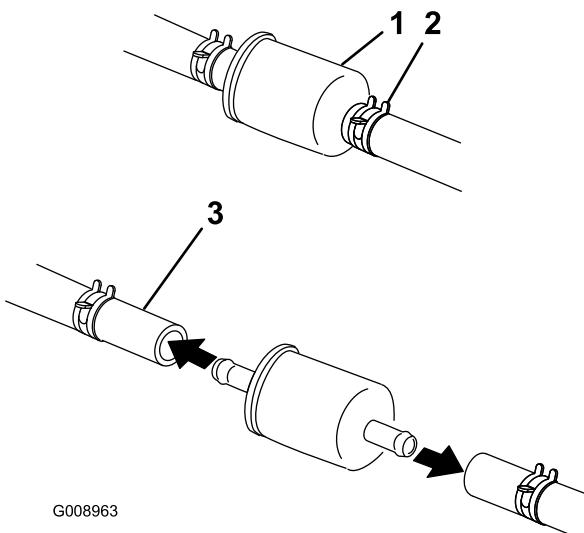

Figura 39
4. Cierre la válvula de cierre de combustible, situada debajo del asiento (Figura 39).
5. Apriete los extremos de las abrazaderas y deslícelas por la manguera alejándolas del filtro (Figura 39).
7. Instale un filtro nuevo y acerque las abrazaderas al filtro (Figura 39).